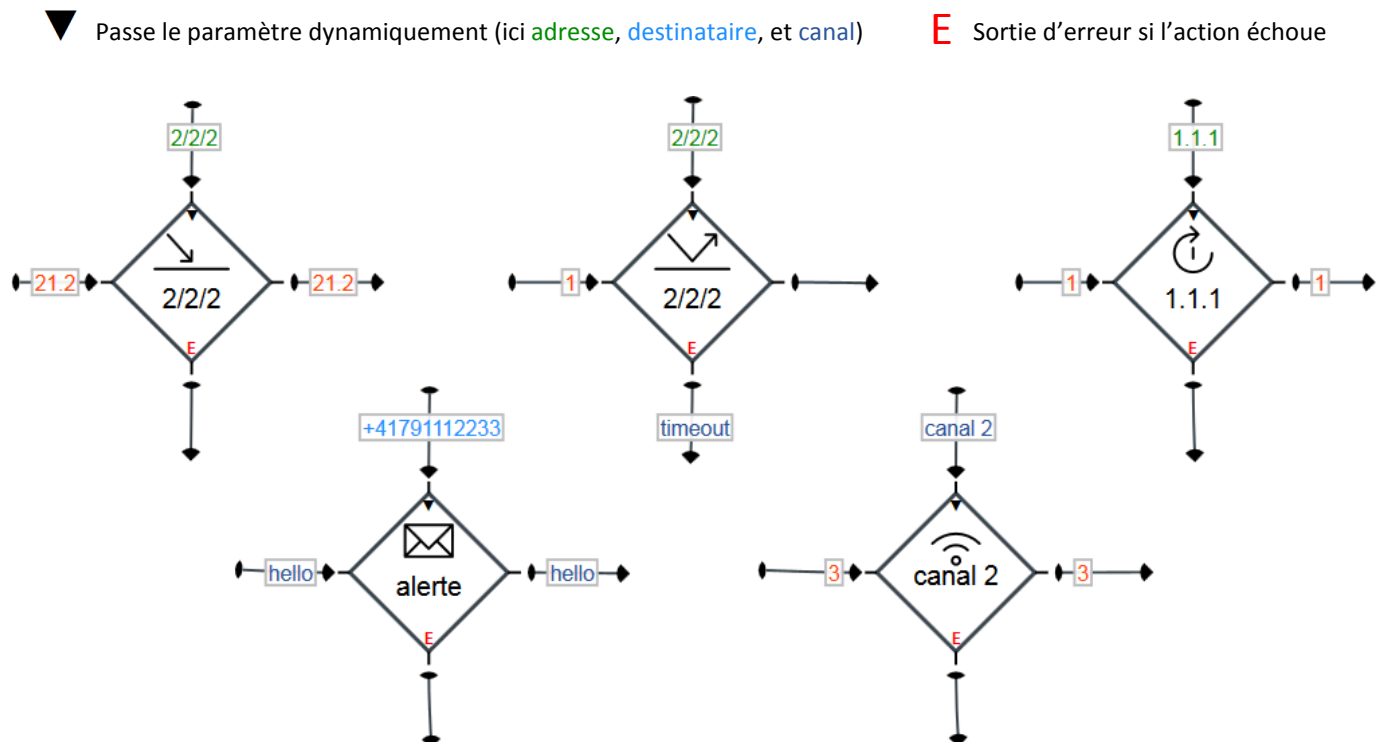

Figure 18 Actionneurs en mode avancé.
- Les actionneurs (voir Figure 18, Figure 19)